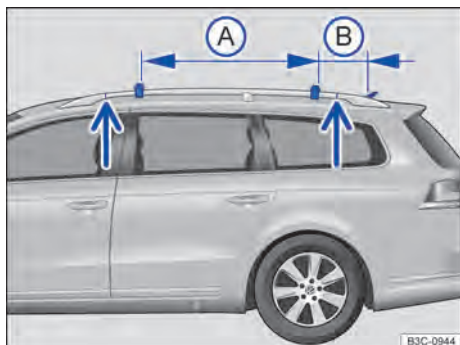

Fig. 133 Longarina do bagageiro de teto: área de fixação das barras de suporte.
As barras de suporte são montadas na longarina do bagageiro de teto. No entanto, a distância entre as barras de suporte \Rightarrow Fig. 133 **(A)** deve ser de 70 – 80 cm. A haste de suporte traseira **(B)** deve estar a uma distância mínima de 20 cm da antena de teto.
- Montar as barras de suporte somente entre as setas verticais \Rightarrow Fig. 133.